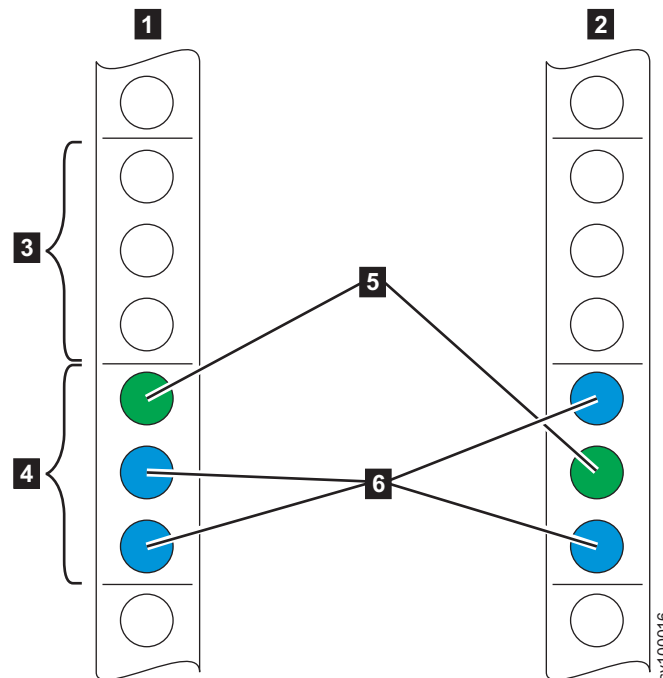

Abbildung 21. Gehäuseplatz identifizieren
2. Wählen Sie einen freien Gehäuseplatz für zwei Einheiten (2U) im Rack aus (je nach zu installierendem Knoten), um Ihren Knoten zu installieren (siehe Abb. 21).